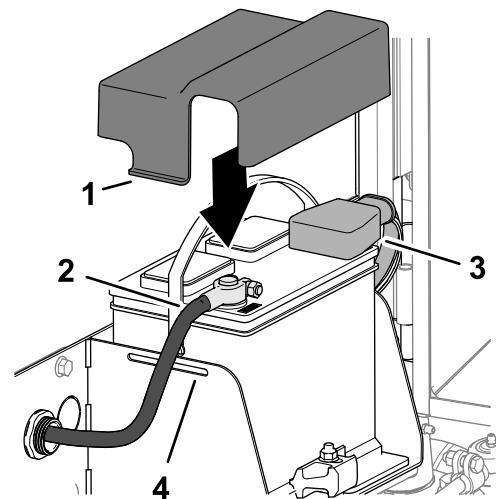

Bild 133
1. Schließen Sie das Pluskabel des Akkus am Pluspol des Akkus an (Bild 133).